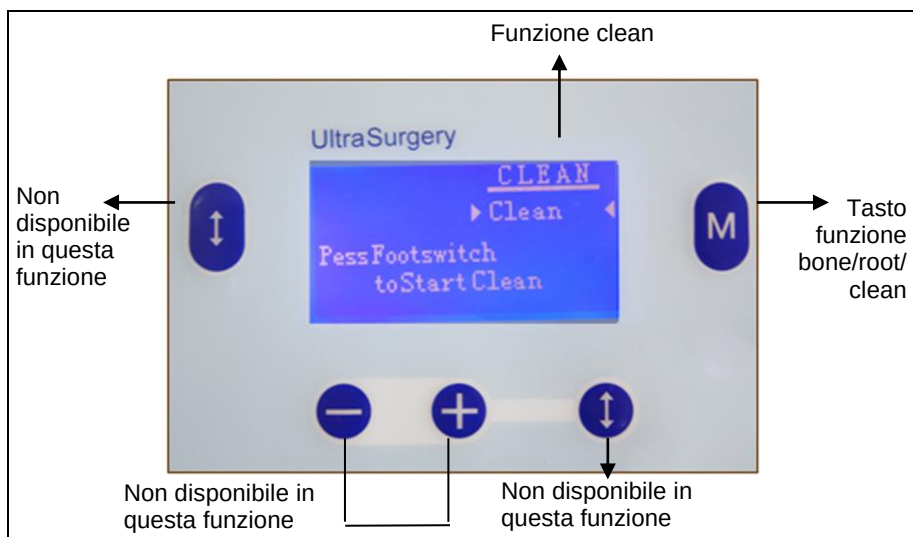

Fig. 10
c) *Funzione Clean (PULIZIA) (Fig. 10)*
- 3** *Avviare la funzione CLEAN (Fig. 10);*